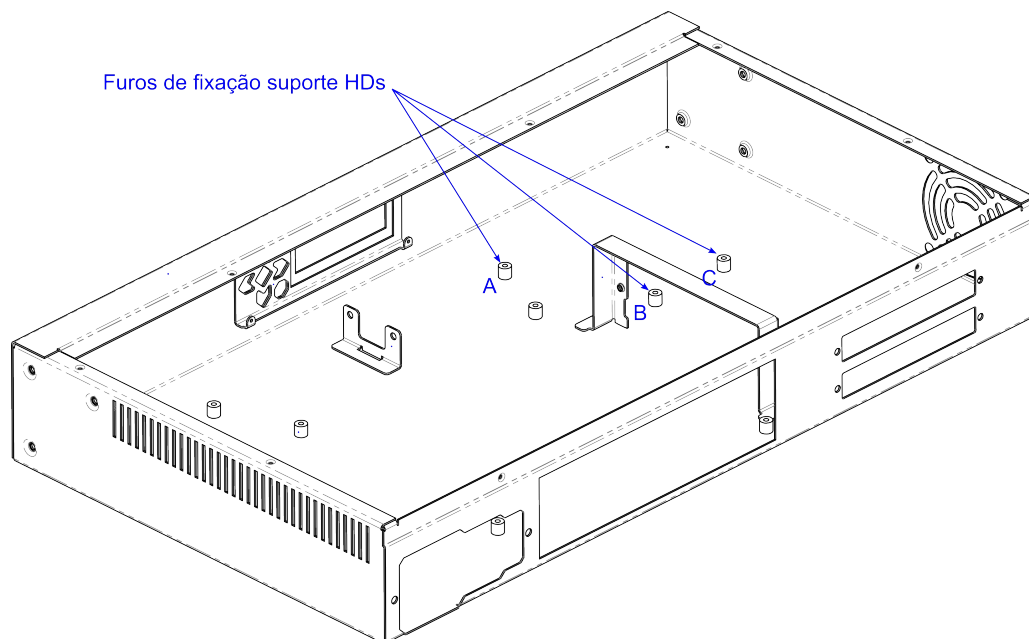

Figura 3.2: Localização dos parafusos do suporte de unidades de disco rígido
3. Identifique os pontos de fixação do suporte no gabinete. Estes estão indicados na Figura 3.2: Localização dos parafusos do suporte de unidades de disco rígido;